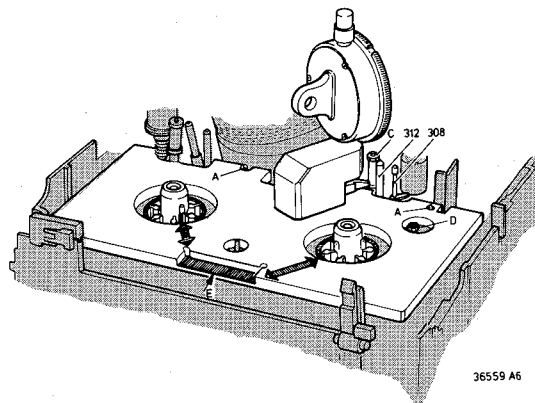

Fig. 2-2-15
- Mikrometer auf den Flansch der Bandführung Pos. 312 stellen Fig. 2-2-15.